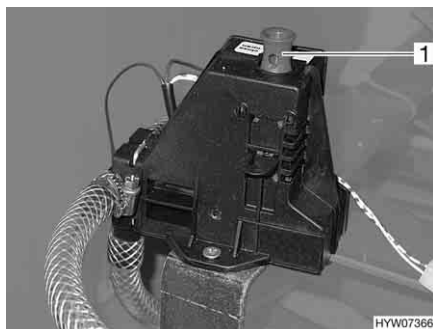

Bild 206 Sicherheits-/Ablassventil (Truma)
- Sicherheits-/Ablassventil (Truma) schließen. Dazu den Zugschalter (Bild 206,1) nach oben ziehen.